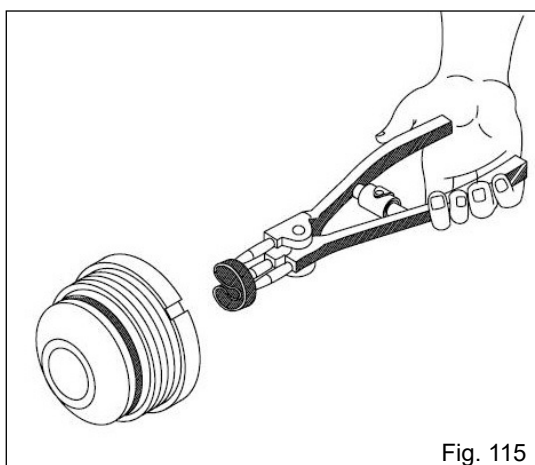

Fig. 115
b) Introduza a gaxeta na furação do guia da haste até a altura do alojamento e solte a gaxeta acomodando-a no lugar (Fig. 115);